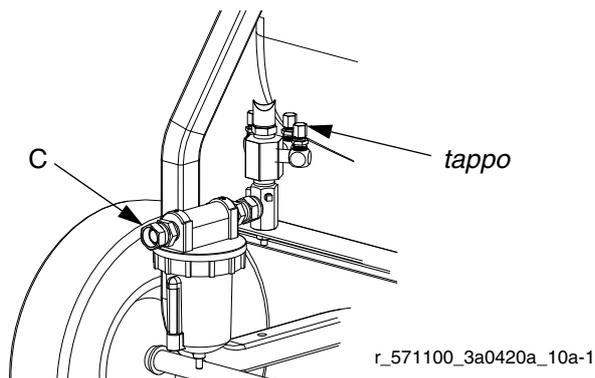

FIG. 8
2. Se necessario, rimuovere i tappi per la pompa del solvente e alimentare i flessibili dell'aria della pompa di alimentazione. Vedere i manuali della pompa per le istruzioni di installazione. Vedere la FIG. 8.